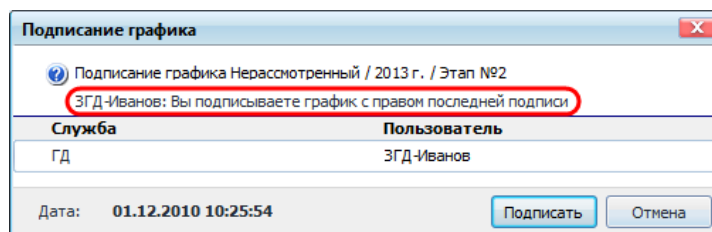

Рисунок 10.175 – Подписание с ППП
- если пользователь последний на маршруте, кто может воспользоваться ППП, то при подписании графика автоматически проставляется подпись с ППП (Рисунок 10.175);